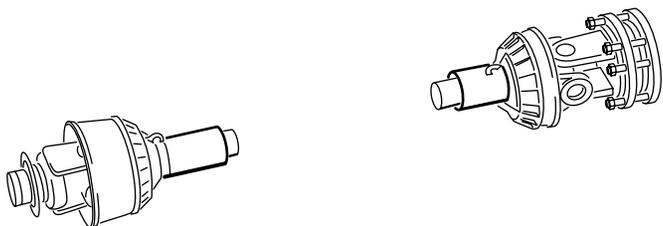

Figura 21
- Usando las dimensiones determinadas en el paso 11, localice, marque y recorte solamente los protectores para dejar expuestos los tubos (Figura 20 y Figura 21).